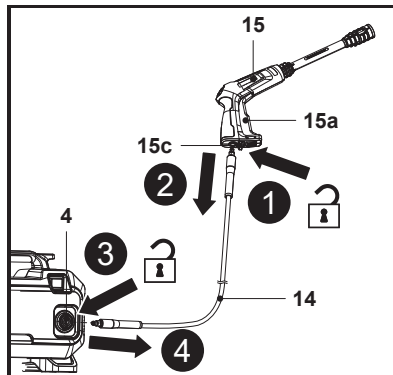

Fig. 5
**AVERTISMENT! NU ÎNNODA ȘI NU ÎNDOI NICIODATĂ FURTUNUL CU PRESIUNE (14) DEOARECE SE POT PRODUCE DAUNE.**
4. Pentru a deconecta furtunul cu presiune (14) de pe pistolul pulverizator (15), apasă maneta de eliberare rapidă (15c) spre furtunul cu presiune (14) și menține-o în poziție, apoi trage afară furtunul cu presiune (14) (Fig. 5, pașii 1, 2).
5. Pentru a deconecta furtunul cu presiune (14) de la aparat, apasă inelul exterior al racordului de furtun (4) spre interior și menține-l în poziție, apoi trage afară furtunul cu presiune (14) (Fig. 5, pașii 3, 4).